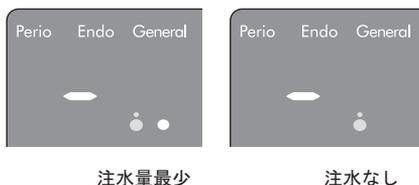

図20
- ・水量のバーグラフは、青色ランプ1つ白色ランプ1つ点灯時が最少です。青色ランプのみの点灯時は注水が止まります。(図20)